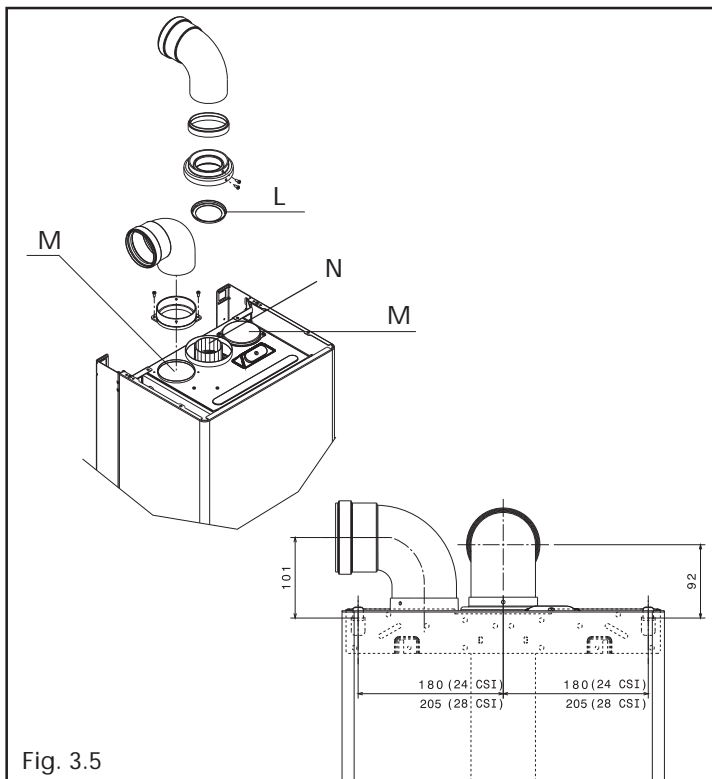

Fig. 3.5
Gli scarichi sdoppiati possono essere orientati nella direzione più adatta alle esigenze del locale. Il condotto di scarico dei prodotti della combustione (N) è indicato in fig. 3.5. Il condotto di aspirazione dell'aria comburente può essere collegato all'ingresso (M) dopo aver rimosso il tappo di chiusura fissato con delle viti. La flangia fumi (L), quando necessario, deve essere tolta facendo leva con un cacciavite. In figura 3.5 sono riportate le quote di riferimento per la tracciatura dei fori attraversamento muro ø 85 rispetto alla piastra di supporto caldaia. La tabella riporta le lunghezze rettilinee ammesse. Secondo la lunghezza dei condotti utilizzata, è necessario inserire una flangia scegliendola tra quelle contenute in caldaia (vedi tabella riportata di seguito).